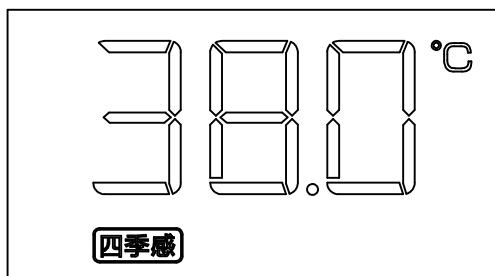

图16
1. 四季感模式：当您切换到四季感模式时，(如图16) 根据进水温度，系统自动调节设置温度，使用户随时能获得最舒适的热水供应。